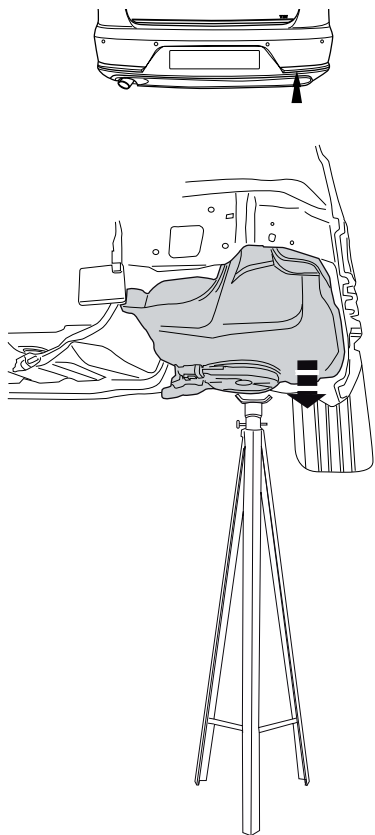

Fig. 2
4. **Если имеются:** Опустить AD-Blue бачок. См. рисунок 2.